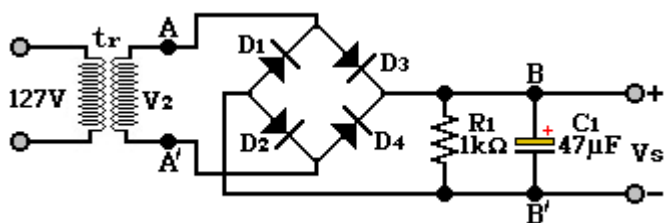

Figura 2.3
8. Conecte un capacitor en paralelo con la resistencia de carga R_1 como se observa en la figura 2.3.
2. ¿Qué efecto provocaría en el circuito de la figura 2.3 si el capacitor fuera mayor que C_1 ? Explique su respuesta.
3. ¿Qué función tiene el capacitor en el circuito de la figura 2.3?